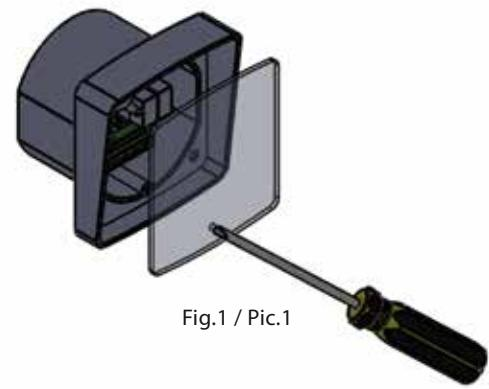

Fig.1 / Pic.1
- Per aprire le fotocellule, utilizzare un cacciavite e ruotare come in Fig.1. Infilare i cavi nell'apposita sede e fissare la basetta alla parete. Se si deve fissare la fotocellula al muro, effettuare i tre fori Ø5 ed innestare tasselli adeguati. Se si deve fissare la fotocellula su metallo, effettuare i tre fori Ø3 per predisporre l'utilizzo delle sole viti autofilettanti.
- Pour ouvrir les photocellules placez le tournevis comme indiqué dans la Fig.1 et tournez. Enfilez les câbles dans le logement prévu et fixez l'embase au mur. Pour fixer la cellule photo-électrique à une paroi, percez les trois trous Ø5 et positionnez les goujons appropriés. Pour la fixer sur un support métallique, percez les trois trous Ø3 pour l'utilisation des vis tarauds.
- Para abrir las fotocelulas utilizar un destornillador y rodar como en Fig.1. Introducir los cables en la especifica sede y fijar la base a la pared. En caso de fijarse la fotocélula en la pared, practicar los tres agujeros Ø5 e introducir tacos adecuados. Si se debe fijar la fotocélula sobre metal, practicar los tres agujeros Ø3 para predisponer el uso de los tornillos autorroscantes.